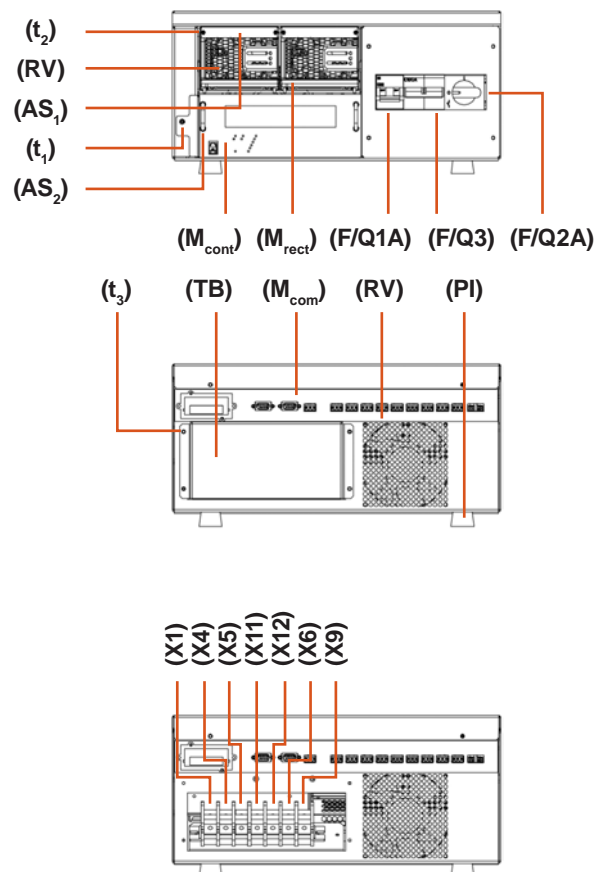

Fig. 3. Vue boîte bureau.
- Système en boîte pour bureau, incorpore des éléments séparateurs dans sa base -pieds- (Voir Fig. 3).